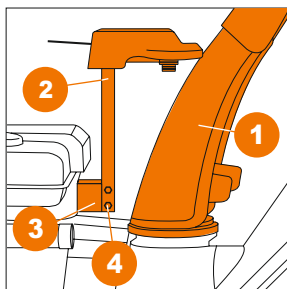

Рис. 8
• Установите желоб выброса (1) на отверстие выброса снега на корпусе снегоборщика (Рис. 8).
• Закрепите поддерживающую штангу (2) к специальному кронштейну (3) на корпусе снегоборщика с помощью двух болтов (4) (Рис. 8).